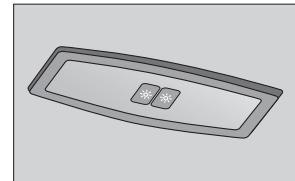

Рис. 31. Задний плафон освещения салона
**В вариантом исполнении** автомобиль оборудуется задним плафоном освещения салона (рис. 31). Секции индивидуального освещения включаются раздельно справа и слева.